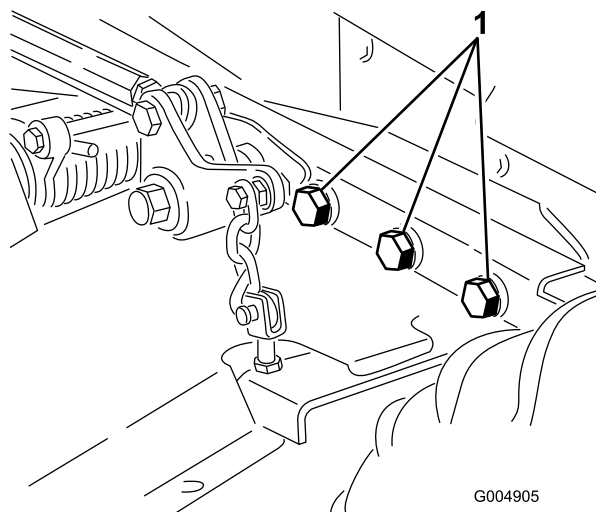

図 101
4. ボルトナット類にゆるみがないか点検し、必要な締め付けを行う。特に、刈り込みデッキをトラクションユニットに固定しているボルト6本については、確実にトルク締めする 359 N・m 図 101。